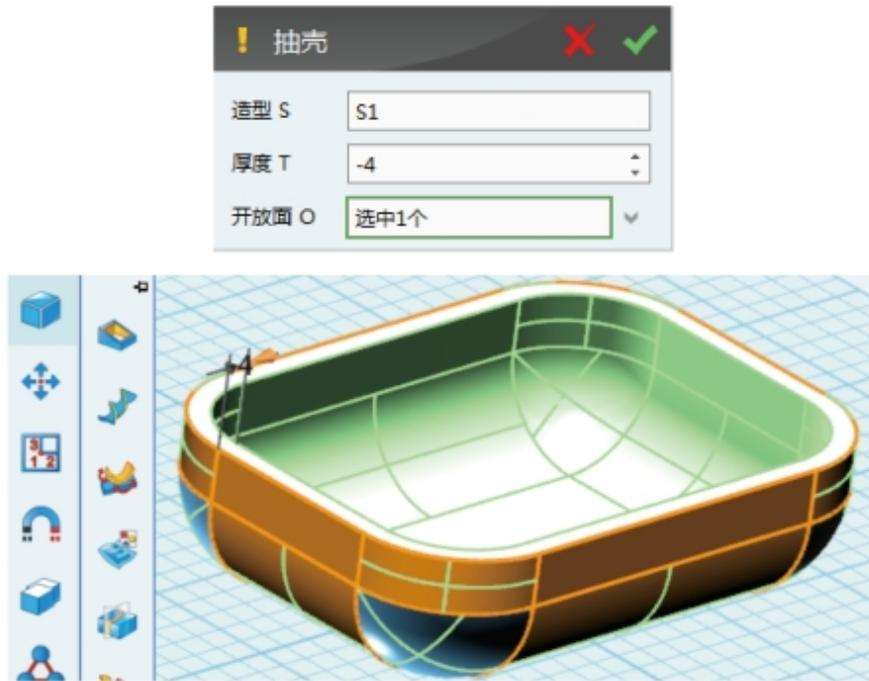

图7-4-4 抽壳
③抽壳。单击“特殊功能”→“抽壳”，给香皂盒盒身抽壳，开放面选择六面体上表面，如图7-4-4所示。